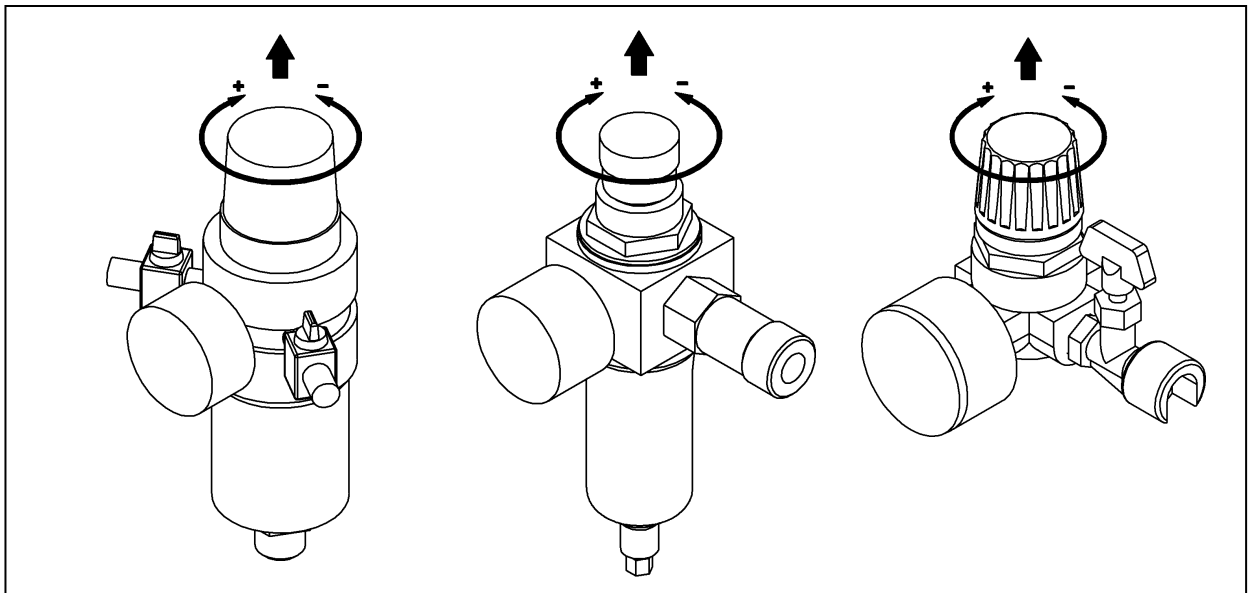

Figure 3
7.3.1 La pression dans les appareils pneumatiques connectés est réglée par le régulateur de pression de la manière suivante (**figure 3**) :